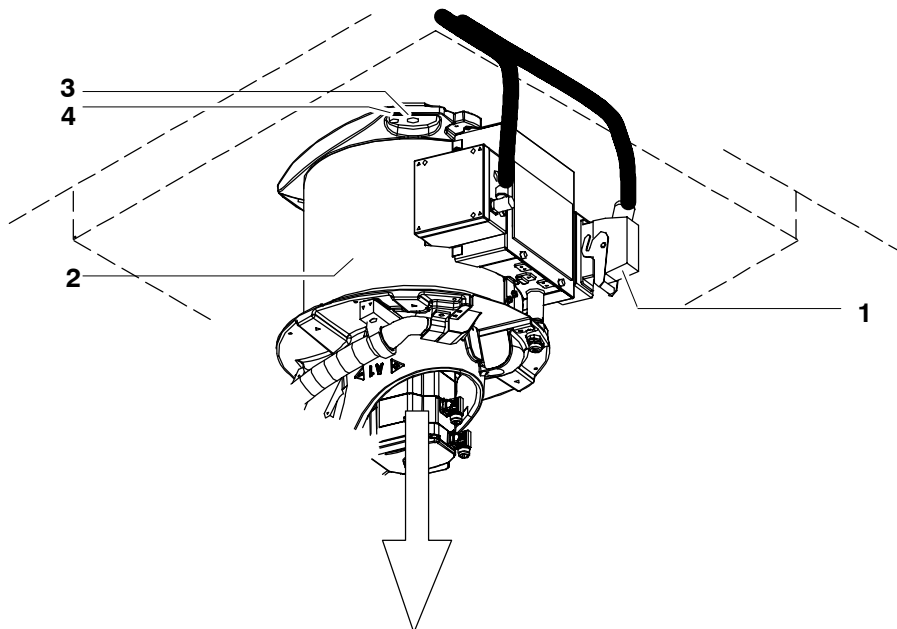

Fig. 75 Démontage du robot monté au plafond
- (3) Desserrer et retirer la terre et tous les connecteurs du coffret de raccordement (Fig. 75/1).
- (4) Le cas échéant, démonter les câbles électriques et les flexibles des deux interfaces de l'alimentation en énergie A1 ainsi que les autres câbles de périphérie du robot.